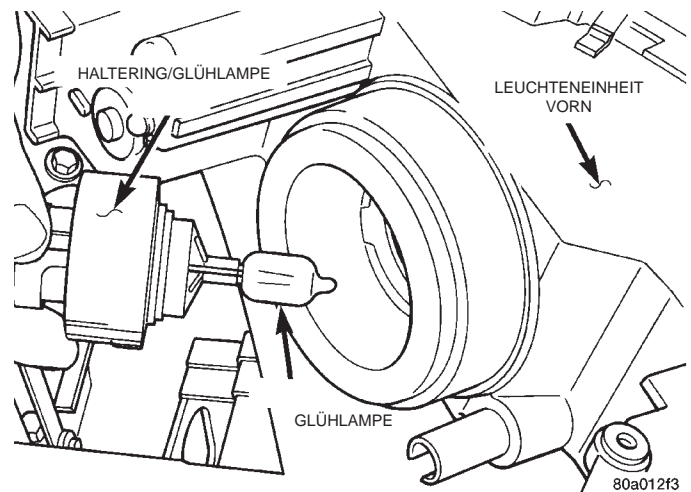

Abb. 1 Glühlampe des Hauptscheinwerfers
- (1) Motorhaube entriegeln und öffnen.
- (2) Die Schrauben lösen, mit denen die vordere Leuchteinheit am Kühlerabschlußblech befestigt ist.
- (3) Leuchteinheit vom Kühlerabschlußblech abnehmen.
- (4) Steckverbinder von der Rückseite der Glühlampe des Hauptscheinwerfers abziehen.
- (5) Haltering eine Viertelumdrehung nach links drehen.
- (6) Haltering von der Leuchteinheit abnehmen.
- (7) Glühlampe aus der Leuchteinheit herausziehen (Abb. 1).